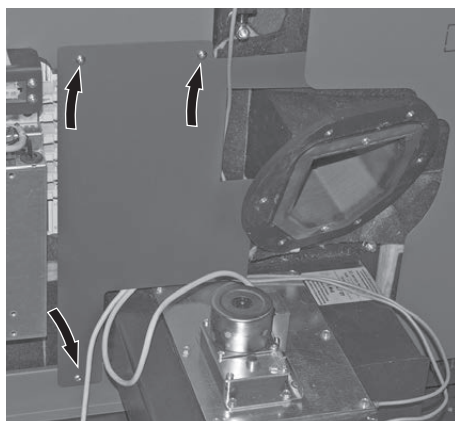

Fig. 102 Abdeckung über die Zugentlastungen
- ▶ Abdeckung über Zugentlastungen mit 3 Blechschrauben anschrauben – Fig. 102.